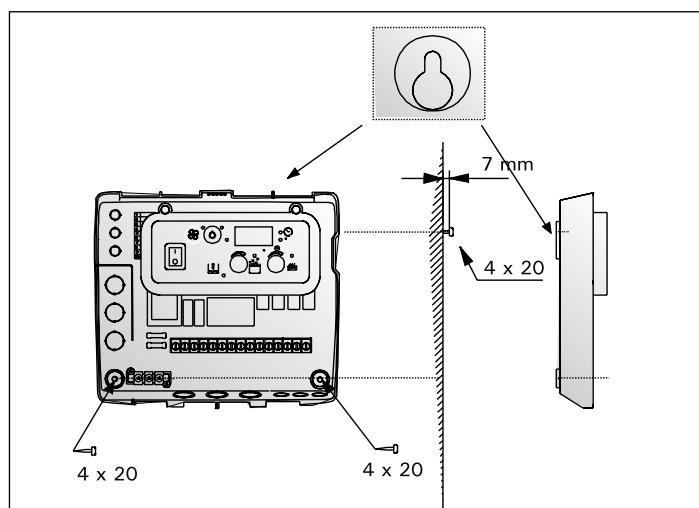

Рисунок 4. Joonis 4.
В донной части щита управления предусмотрены отверстия для трех (3) винтов, с помощью которых пульт крепится к стене. См. рисунок 4.